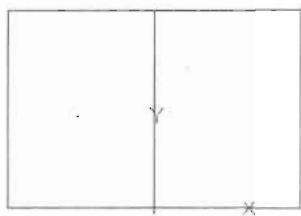

图 12-19
(4) 执行“视图>三维视图>平面视图>当前 UCS”菜单命令，设置当前 UCS 的 XY 平面为观测画面，生成平面视图，如图 12-19 所示。从图中可以看到圆柱体的圆柱面，并且坐标图标已变为平面观测画面的图标。